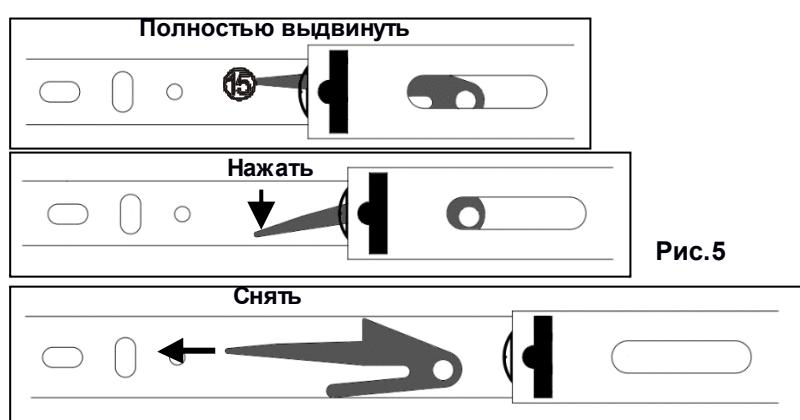

Рис.5
6.2.1 Полностью выдвинуть поддон (8) и снять его с направляющих, нажав на пластиковые рычажки (15) в направляющих (рис.5). При снятии поддона не допускать рывки и перекосы. Так же снимается нижний ящик (2).